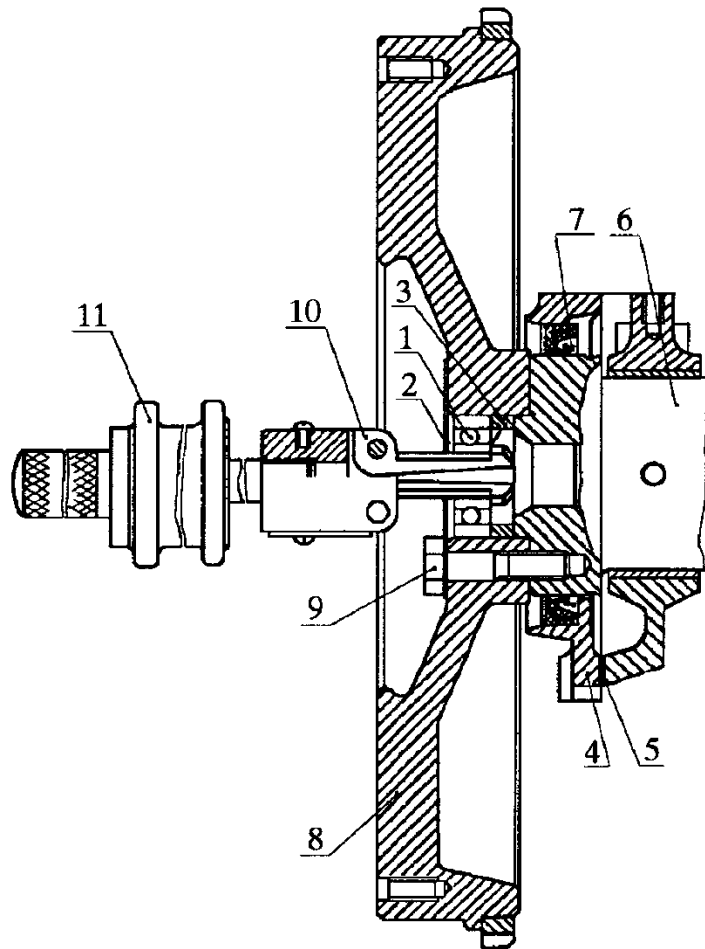

Рис.55. Снятие подшипника первичного вала коробки передач:
- снять с помощью приспособления и съемника подшипник первичного вала из маховика (рис.55);